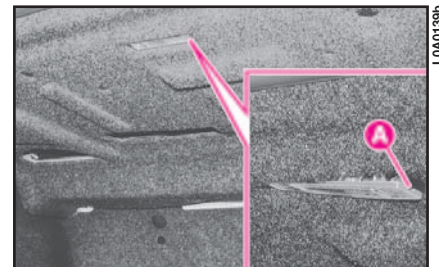

fig. 40
1) Estrarre la plafoniera spingendo con un cacciavite sulla molletta **A** (fig. 40).